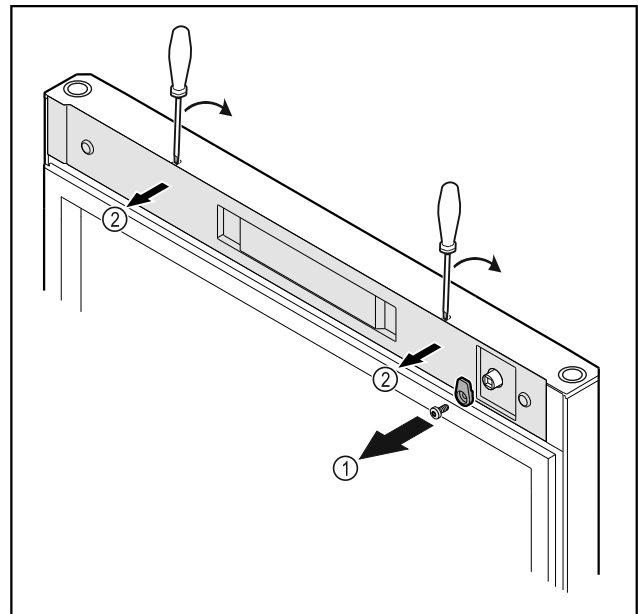

Fig. 16
- Svitare i ganci di chiusura Fig. 16 (1).
- Disinnestare la copertura Fig. 16 (2) con l'ausilio di un piccolo cacciavite e rimuoverla.